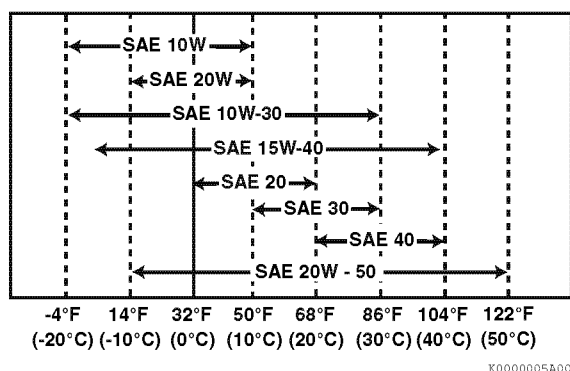

Рисунок 3
- Выбирайте вязкость масла в зависимости от окружающей температуры, при которой будет эксплуатироваться двигатель. См. схему классификации вязкости SAE (Общества автомобильных инженеров) (**Рисунок 3**).
Выбирайте подходящую вязкость моторного масла в зависимости от окружающей температуры, используя схему классификации вязкости SAE на **Рисунок 3**.